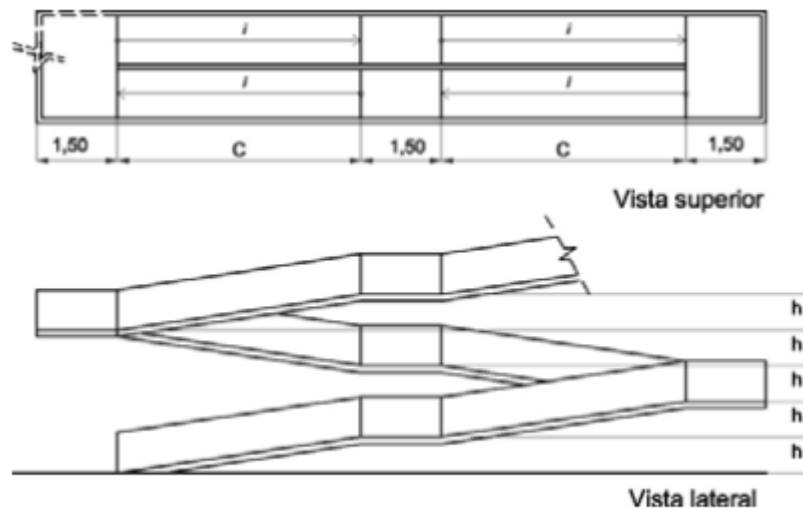

Figura 79 — Dimensionamento de rampas – Exemplo
6.5.1.1 A inclinação das rampas, conforme figura 79, deve ser calculada segundo a seguinte equação: